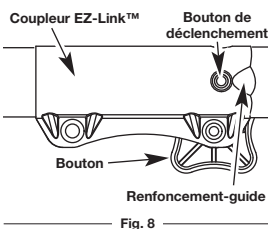

Fig. 8
1. Dévissez le bouton vers la gauche (Fig. 8).
2. Appuyez sur le bouton de déclenchement et maintenez-le enfoncé (Fig. 8).
REMARQUE : aligner le bouton de déclenchement avec le renforcement-guide facilitera l'installation (Fig. 8).